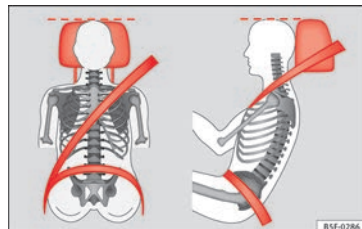

Fig. 83 Poggiatesta posizionato correttamente, vista frontale e laterale.
• Regolare il poggiatesta portandone il bordo superiore alla stessa altezza della parte superiore della testa, almeno all'altezza degli occhi » » fig. 83.